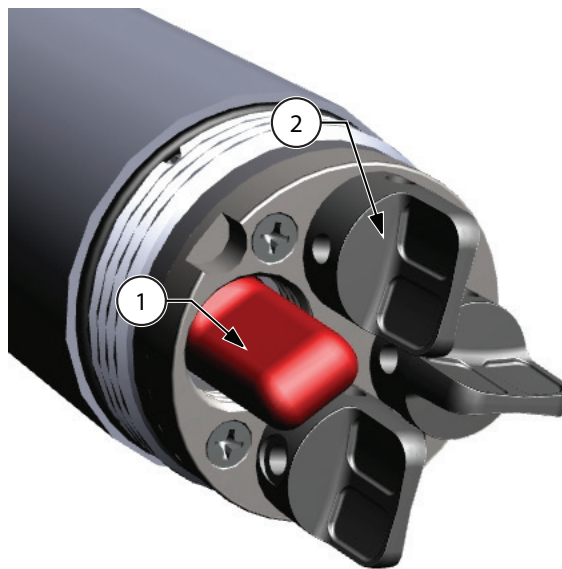

Figure 5 Bouchons de port
1. Enlevez et jetez les bouchons protecteurs expédiés avec l'instrument (Figure 5, page 10).